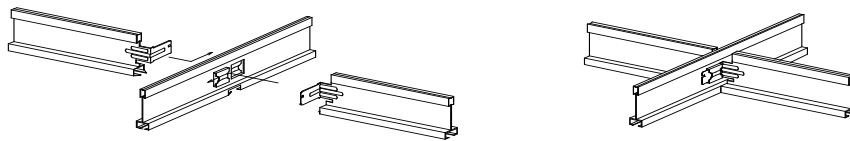

図2-13 Tバークロスジョイント
- 1) メインTバーのクロスジョイント孔の部分にメインクロスTバー端部のジョイントの爪をスライドさせて差し込みます。(図2-13 参照)